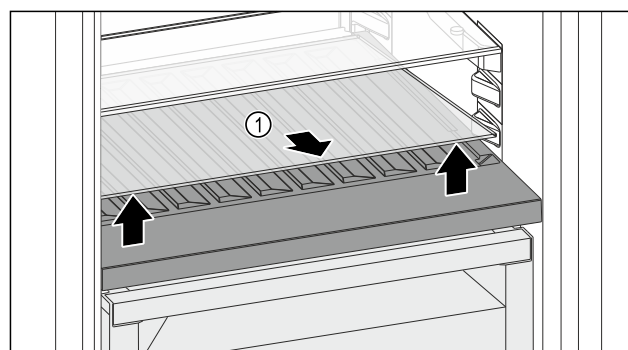

Fig. 106
- Soulever la plaque de verre Fig. 106 (1) au niveau de l'évidement avant et la retirer.
- Entreposer la plaque de verre Fig. 106 (1) dans un endroit sûr hors de l'appareil.
- Insérer la plaque de verre (2) sous le compartiment à bouteilles amovible.